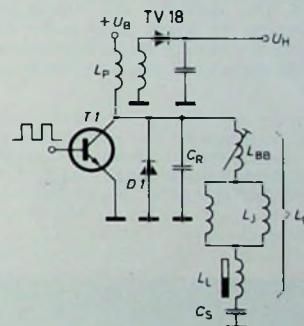
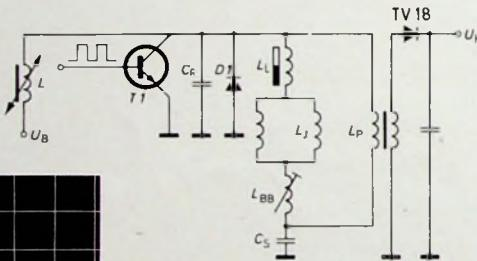

Bild 1. Prinzipschaltung der Horizontal-Endstufe
Bild 2. Ausgeföhrte Schaltung mit Reiheninduktivität  $L$
Das Prinzip der gewählten Schaltungsanordnung ist im Bild 1 dargestellt. Bei den bekannten transistorbestückten Horizontal-Endstufen dieser Art ist der Kollektor des Endtransistors über die Primärwicklung des Hochspannungstransformators mit der Versorgungsspannung verbunden. Wie aus Bild 1
Die Primärwicklung des Hochspannungstransformators liegt wechselstrommäßig in Reihe zu dem erwähnten Parallelschwingkreis. Demzufolge fließt über diese Primärwicklung der gesamte von der Schaltung aufgenommene Gleichstrom. Er bewirkt eine Vormagnetisierung des Zeilentransformatorkerns, die nicht konstant ist, sondern sich mit der Größe des jeweiligen Strahlstroms ändert. Eine nach Bild 1 praktisch ausgeführte Schaltung nimmt bei einer Versorgungsspannung von 24 V und ohne Strahlstrom einen Strom von etwa 500 mA auf. Bei einem Strahlstrom von 400  $\mu$ A erhöht sich die Stromaufnahme um den Betrag der Hochspannungsleistung einschließlich der Verluste (Streuverluste, Wirbelstromverluste usw.) um rund 300 mA auf 800 mA.
zu werden. Dies führt bei Verwendung von Standardbildröhren (59 cm) zu Kerntypen der Art „U 57“ (Siemens, Valvo). Die Induktivität  $L_P$  der Hochspannungsprimärwicklung liegt wechselstrommäßig parallel zum Zeilen-Endtransistor und trägt zur Gesamtinduktivität des Parallelschwingkreises bei. Die Schwingkreisinduktivität wird in erster Linie durch die Jochspulen mit der Reihenschaltung der Bildbreitenspule und der Linearitätsspule gebildet, so daß das magnetische Ablenkfeld für die horizontale Ablenkung des Elektronenstrahls direkt dem durch die Jochspulen fließenden Strom proportional ist. Die Diode  $D_1$  im Bild 1 dient zur Dämpfung des Ablenkkreises während der Rücklaufphase und zur Energierückführung während des Hinlaufbeginns. Ein Nachteil der bisher diskutierten Schaltung besteht darin, daß der Innenwiderstand der Hochspannungsquelle bei  $3,5 \text{ M}\Omega$  liegt.
Die im Bild 2 dargestellte Schaltung enthält wieder die Bauelemente nach Bild 1. Der Kollektor des Zeilen-Endtransistors ist jedoch nicht mehr über die Primärwicklung des Hochspannungstransformators, sondern über die Ferrit-
Dabei ist  $t'$  die Hinlaufzeit,  $\hat{W}$  die Spitzenergie,  $L_g$  die Gesamtinduktivität und  $U$  die Betriebsspannung. Aus Gl. (3) erkennt man, daß  $\hat{W}$  mit  $t'$  ansteigt. Eine Zunahme von  $t'$  wird durch Verringerung der Gesamtinduktivität  $L_g$  oder der Gesamtkapazität  $C_g$  des Ablenkkreises erreicht. Die bei der Schaltung nach Bild 2 mit zunehmendem Strahlstrom bewirkte Abnahme der Induktivität von  $L$  und die sich daraus ergebende Verkleinerung der Gesamtinduktivität  $L_g$  hat ein Ansteigen der gespeicherten Energie zur Folge, wobei die durch Aufwärtstransformation am Hochspannungsgleichrichter stehende Spitzenspannung vergrößert wird (Bilder 5 und 6).